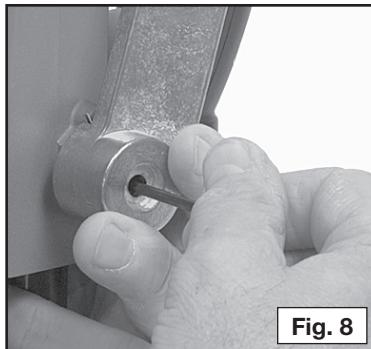

Fig. 8
2. Meta una llave hexagonal (no está provista) de 1/8" en el tornillo de ajuste (vea la Fig. 8), y desatornille aproximadamente 1/2 vuelta en el sentido contrario a las manecillas del reloj.
**EL MODELO 7538** tiene un disyuntor termal (cortacircuito térmico) (G) Fig. 8, que está localizado en la parte superior de la caja del motor. Este disyuntor se desenganchará si existen condiciones de sobrecarga prolongadas.